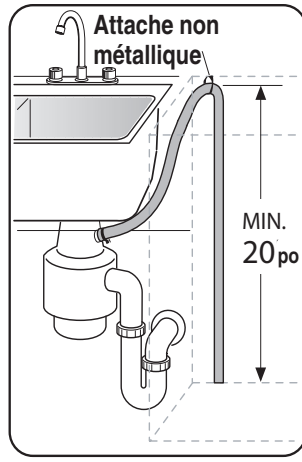

Figure 26
- 3 Sur la connexion de vidange de l'évier par un espace d'air, **figure 26.**